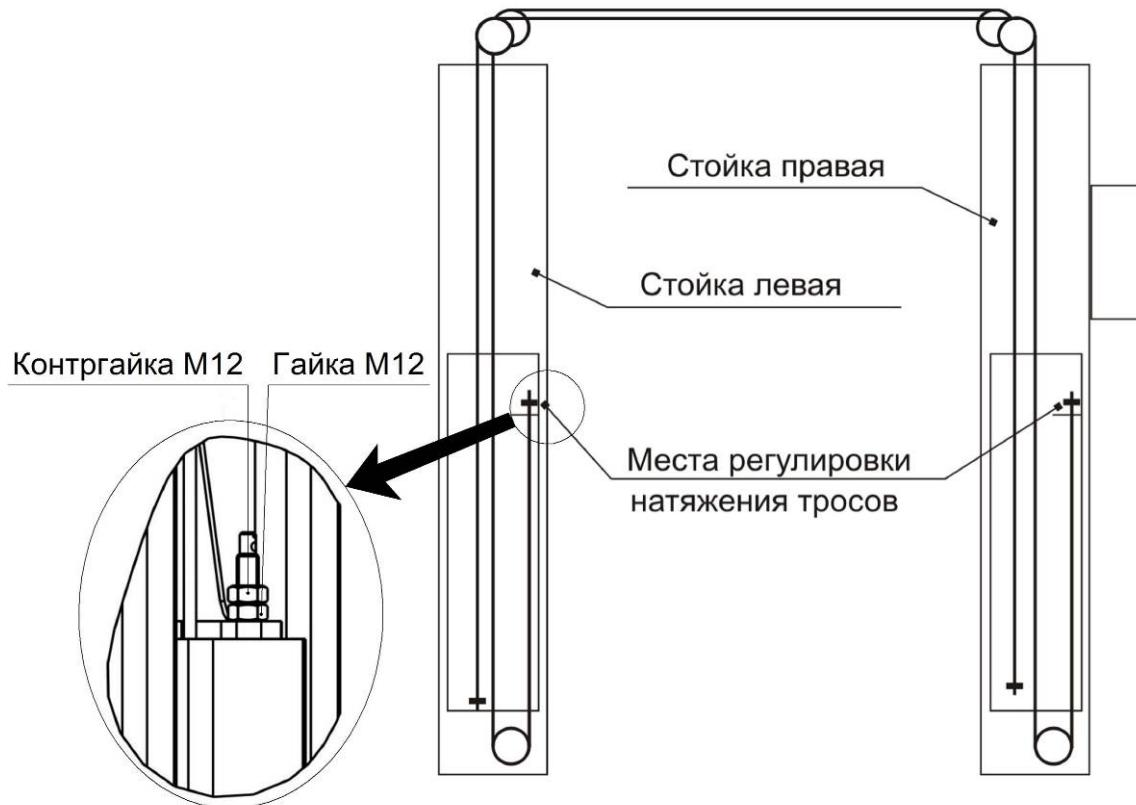

Рисунок 6.5 - Схема запасовки синхронизирующих тросов
6.7 Поднять погрузчиком или другими подъемными средствами каретки 4 и установить на защелки 14 (на высоте около 400 мм от пола). Установить тросы системы синхронизации кареток (рисунок 6.5). Для облегчения монтажа тросов в каретках использовать тонкую проволоку, продетую через отверстие в наконечнике троса, убедиться, что тросы расположены на блоках. Приподнять каретки 4 и рычагом 19 расторпорив их опустить. Отрегулировать натяжение тросов, путем закручивания гаек M12, до одинаковой степени натяжения, затем залонтрить. При чрезмерном натяжении тросов каретки движутся прерывисто. При недостаточном натяжении тросов одна каретка при движении может опережать другую.
7.2.1 Нажатием кнопки 20 поднять автомобиль, чуть выше требуемой высоты (защелки должны быть поджаты к стойкам, рисунок 6.5) и нажатием кнопки 21 опустить каретки 4 на защелки 14. Убедиться в том, что каретки 4 опустились на защелки 14 (при нажатии кнопки 21 каретки больше не опускаются). В этом случае гидравлическая система разгружена, вес автомобиля воспринимается стойками подъемника.